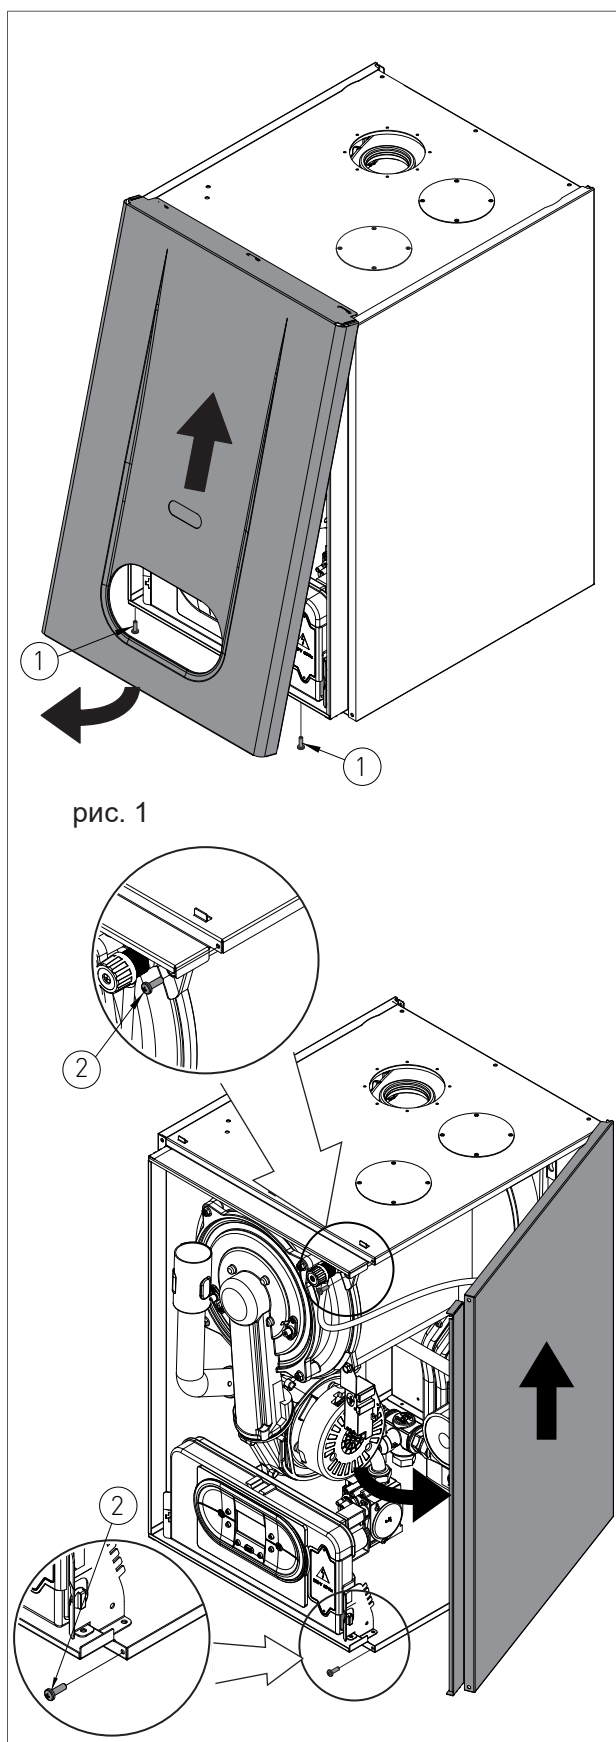

рис. 1
- › Снимите крепежные винты (поз. 1 на рис. 1) в нижней части передней панели.
- › Возьмитесь за переднюю панель снизу, и потяните ее на себя и вверх, чтобы снять панель (см. рис. 1).
- › Снимите крепежные винты (поз. 2 на рис. 1), размещенные спереди на боковой панели.
- › Возьмитесь за панель снизу, сдвиньте ее вбок и потяните вверх, чтобы снять панель (см. рис. 1).